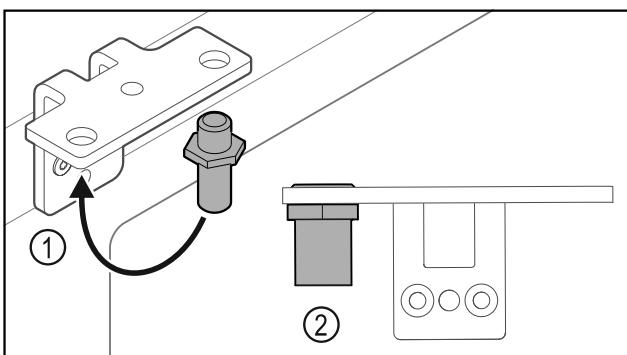

Fig. 34
- Perkelkite kaištį Fig. 34 (1) šarnyriniame kampuotyje.
- Priveržkite kaištį Fig. 34 (2) **12 Nm** sukimo momentu.